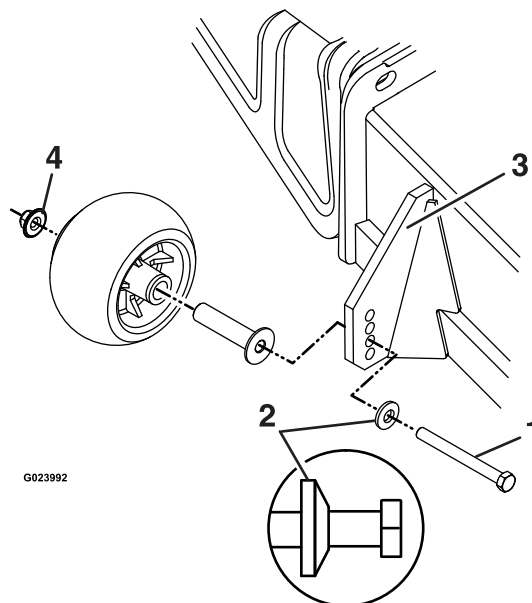

Figura 20
- A. Asegúrese de instalar los pernos de los rodillos con la arandela elástica entre la cabeza el perno y el soporte de montaje (ver Figura 20).